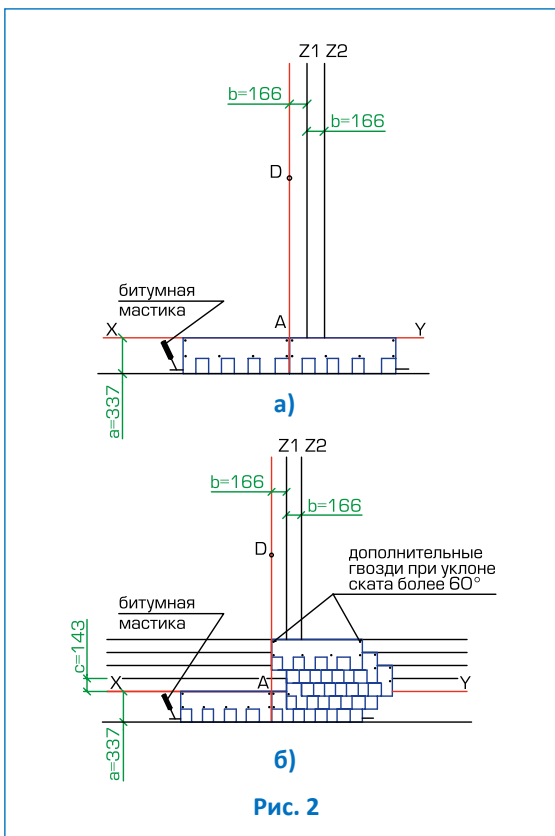

Рис. 2
**Укладка материала (рис. 2)**
- первый ряд черепицы укладывается от линии AD (рис. 2а);
- второй ряд укладывается от линии Z1 (со смещением 16,6 см от AD) (рис. 2б);
- третий ряд укладывается от линии Z2 (со смещением 16,6 см от Z1) (рис. 2б);
- четвертый ряд — от линии Z1 (рис. 2б);
- пятый ряд — от линии AD (рис. 2б);
Каждый лист черепицы ПРЕМЬЕР крепится 4 гвоздями таким образом, чтобы гвоздь прошивал и верхний край нижележащего листа черепицы ПРЕМЬЕР (рис. 2а, 2б). При укладке черепицы на скатах при уклоне больше 60° лист должен крепиться 6 гвоздями (2 дополнительных гвоздя фиксируют верхние углы листа на расстоянии от краев 2,5 см).